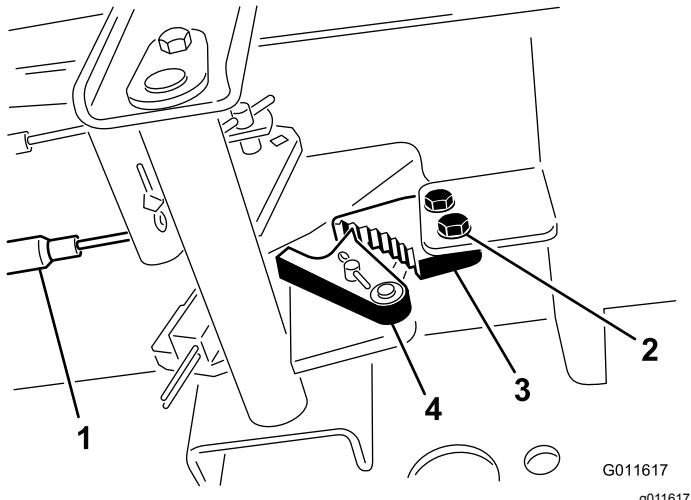

Figura 98
- Afloje los 2 tornillos que fijan el trinquete del freno de estacionamiento al bastidor (Figura 98).
- Pise el pedal del freno de estacionamiento hacia adelante hasta que la uña se enganche a fondo en el trinquete del freno (Figura 98).